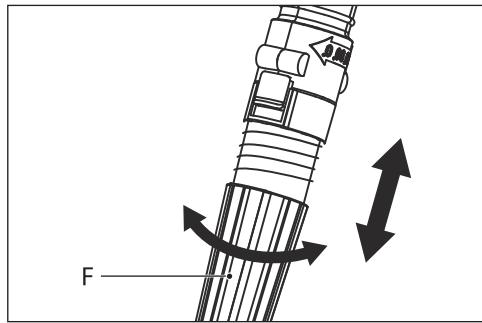

Рис. 7
Ослабьте регулятор длины штанги (F), вращая его против часовой стрелки. Держитесь за головную часть триммера, установите нужную длину штанги (рис. 7).